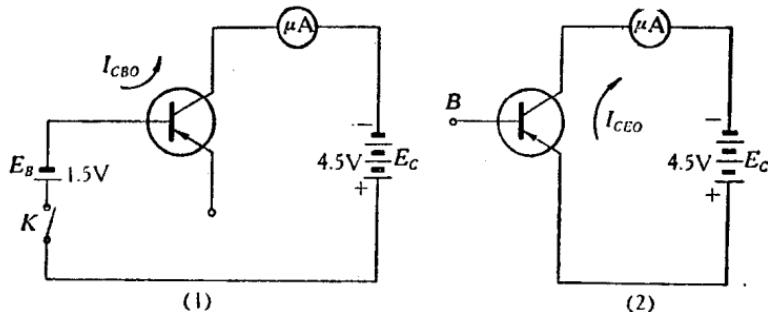

图 1-6
(3) 表中 $I_E=0$ 时, I_C 不等于零, 我们把这个电流称为集电极-基极的反向截止电流, 用 I_{CBO} 来表示。它是发射极断开, 集电结加上反向电压时流过集电结的反向漏电流。如图 1-6(1) 所示。
还有, 表中当 $I_B=0$ 时, I_C 不是零。我们把这个电流称为集电极-发射极的反向截止电流, 用 I_{CEO} 表示。它是基极断开, 流过发射极、集电极之间的电流, 习惯上又称穿透电流, 如图 1-6(2) 所示。